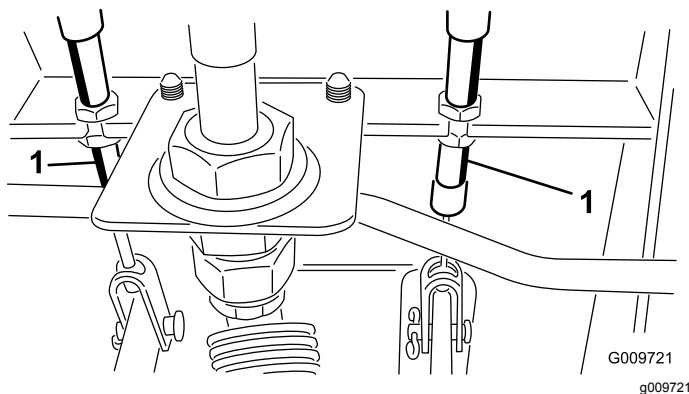

Figure 74
- A. Desserrez l'écrou avant sur l'extrémité filetée du câble de frein (Figure 74).